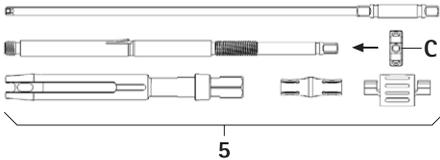

Abb. 10
- ▶ Spannmutter **C** auf Innenhülse aufschrauben, siehe Abb. 10.